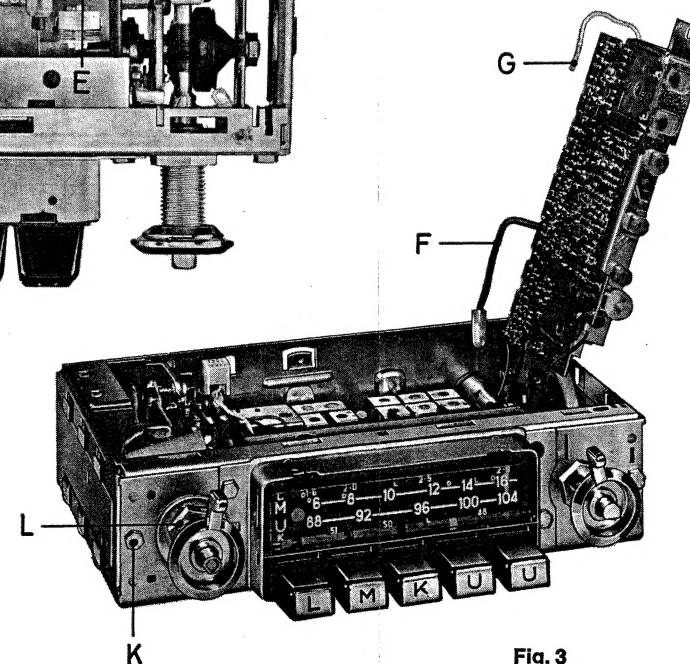

Fig. 3
- 3.1 Schrauben „H und K“ und Mutter „L“ entfernen (Fig. 3).
- 3.4 NF-Teil zur Seite herausziehen (Fig. 3).
- 2.8 Tilt coil board to the side (fig. 3). In this condition, the coil board is still capable to operate at a reception frequency of approx. 107 MHz.
- 3.1 Remove screws „H“ and „K“ and nut „L“ (fig. 3).
- 3.4 Remove AF unit to the side (fig. 3).
- 2.8 Spulenplatte zur Seite klappen (Fig. 3). In diesem Zustand ist die Spulenplatte für eine Empfangsfrequenz von ca. 107 MHz voll funktionsfähig.